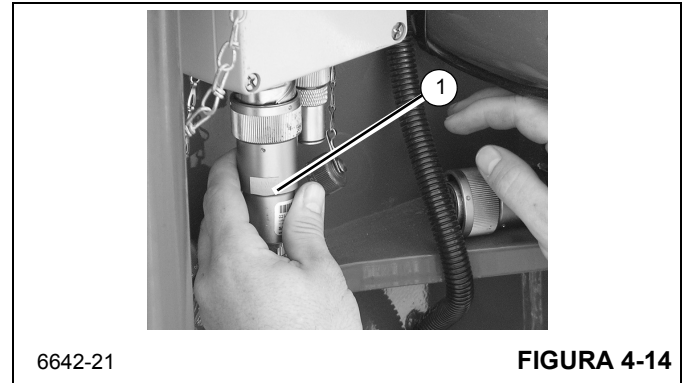

FIGURA 4-14
- a. Remova o conector (1, Figura 4-14) da caixa de ligação na extremidade da lança.